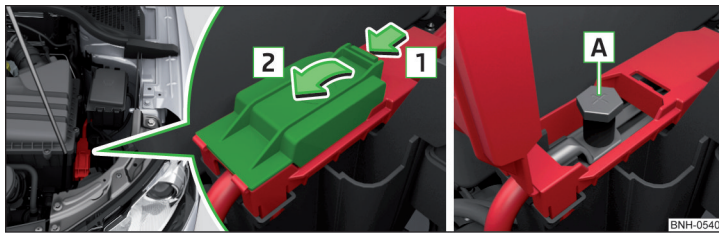

Abb. 173 Pluspol bei Fahrzeugen mit der Fahrzeugbatterie im Gepäckraum
Der Pluspol **A** befindet sich unter einer Abdeckung im Motorraum » Abb. 173.
- Die Pluspolklemme des Starthilfekabels an der Position **A** » Abb. 173 an-klemmen.